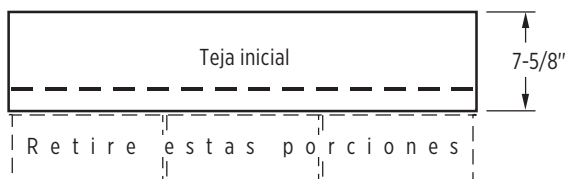

Figura 11-6: Cree tejas iniciales de 7 5/8" (193 mm) de altura.
1. Utilice CertainTeed Swiftstart® Starter, o tejas autosellantes de tres lengüetas con las partes inferiores de las lengüetas retiradas. Asegúrese de que las tejas iniciales tengan al menos 7 5/8" (193 mm) de altura. (Figura 11-6).